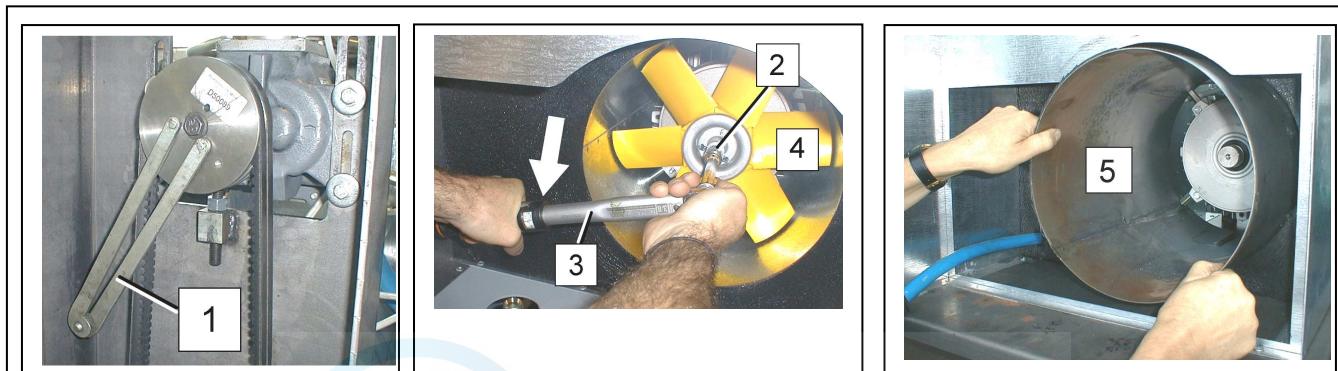

РИС. 34
25.1 СНЯТИЕ ВЕНТИЛЯТОРА И ПРИВОДА (Рис. 34)